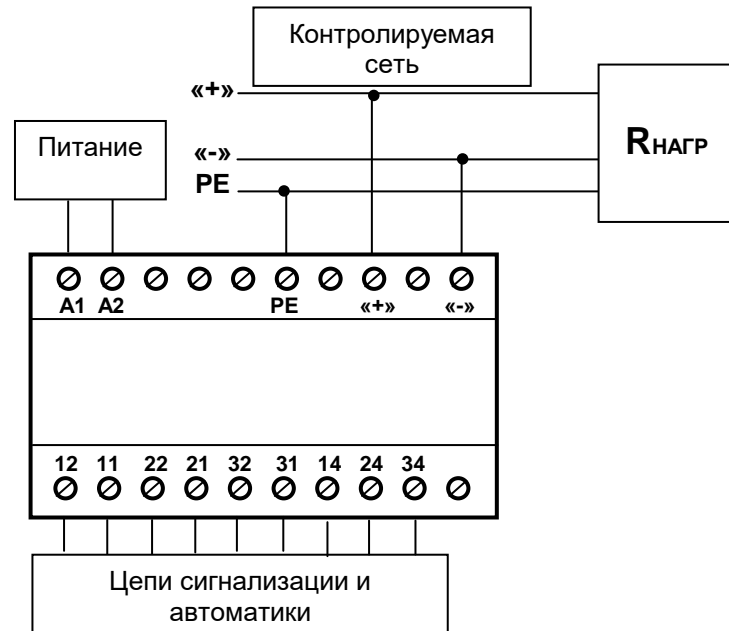

Рис.1. Типовая схема подключения реле «РКИ-2-300-03»
4.3. Произвести подключение реле «РКИ-2-300-03» согласно маркировке (рис.1.):